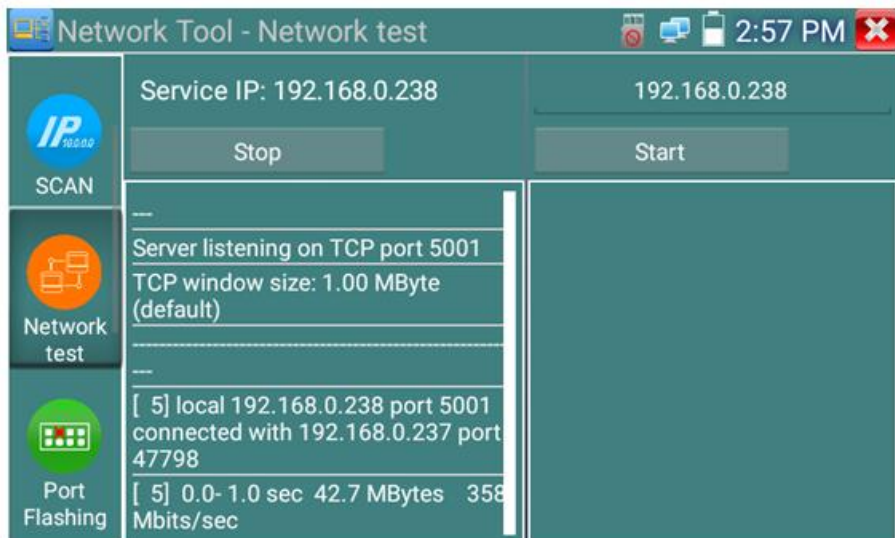

Рис. 88 Работа 1го тестера в режиме «сервер» при проверки пропускной способности сети
4. Один из тестеров запустите в качестве сервера, для этого нажмите кнопку «Запустить сервер» (Start Server). В верхнем поле слева отобразится IP адрес тестера, рис. 88;